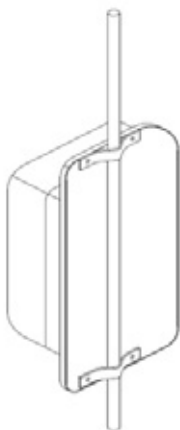

Figura 4.1
4.- Apretar ligeramente las tuercas para evitar daños al TG-CDA de su gabinete. (Ver figura 4.1)